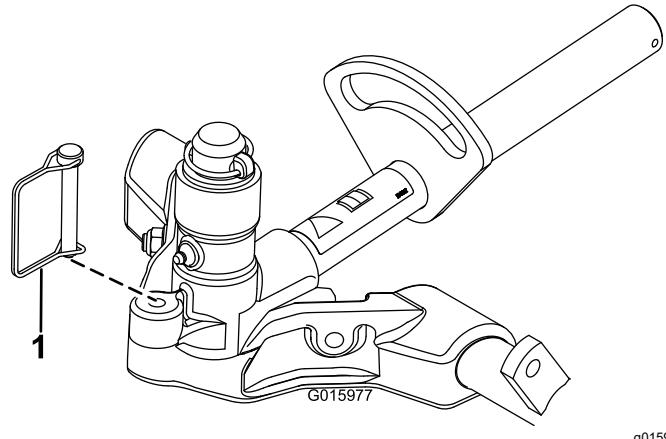

图 17
12. 要锁定滚刀组的转向请用锁扣销 图 17 将轴轭固定到承载架上。